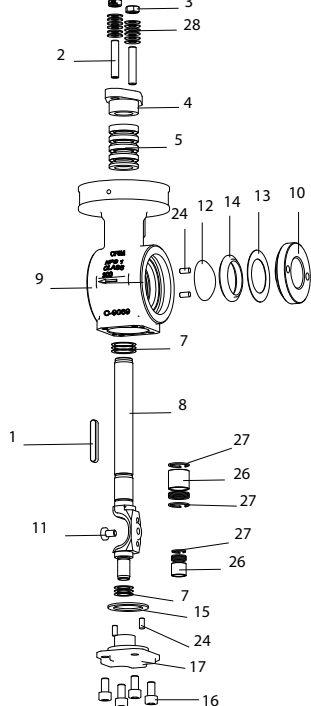
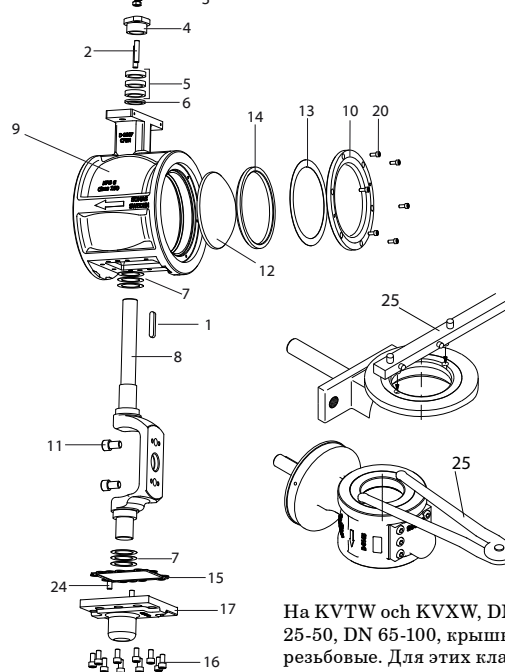

Рис.6-8
Рис.6-10
1. Снять крышку (→ Рис. Fig.6-8/10, 6-9/10) при помощи специального инструмента (кольцевого ключа)(→ Рис.6-10/25).
2. Удалить пружинную шайбу (→ Рис. 6-8/13, 6-9/13) и седло (→ Рис.6-8/14, 6-8/14).
1. Вывернуть винты (→ Рис. 6-10/20) и снять крышку (→ Рис. 6-10/10).
На KVTW och KVXW, DN 25-50, DN 65-100, крышки имеют резьбовое соединение. Рекомендуется использовать специальный инструмент для снятия крышек (→ Рис. 6-10/25) с данных клапанов.
2. Удалить пружинную шайбу (→ Рис. 6-10/13) и седло (→ Рис.6-10/14).
1. Отверните винты (→ Рис. 6-10/11) и снимите крышку (→ Рис. 6-10/13) или воспользуйтесь специальным инструментом (Рис. → 6-10/25) и снимите крышку (→ Рис. 6-8/13, 6-9/13)
2. Снимите гайку (→ Рис.6-8/13) или (→ Рис.6-10/13) и седло (→ Рис.6-8/14) или (→ Рис.6-10/14) и для клапанов с седлом PTFE, снимите опорное кольцо (→ Рис.6-10/14а).
4. Вывернуть болты (→ Рис. 6-8/11) попеременно при помощи гаечного ключа.
5. Удалить шаровой сегмент (→ Рис. 6-8/12) или (→ Fig.6-10/12).
2. Смазать болты (→ Рис. 6-8/11, 6-9/11, 6-10/11) устройства вала пастой на основе дисульфида молибдена.